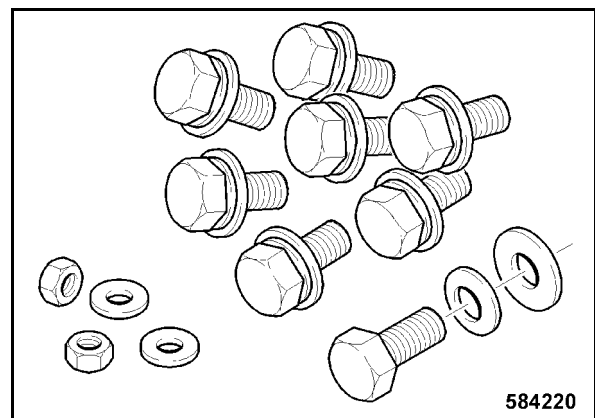

Fig. 167
- Comprobar si están presentes todos los tornillos de fijación, arandelas, arandelas distanciadoras y tuercas para la fijación de la cabina (Fig. 167).